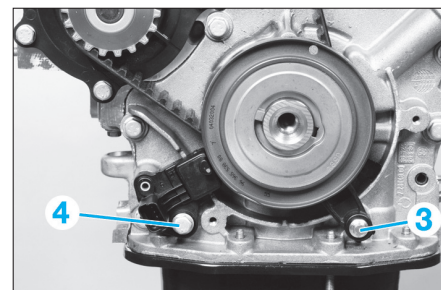

Fig. 12
- le guide courroie (3) (Fig.12),
- le capteur de position vilebrequin (4).